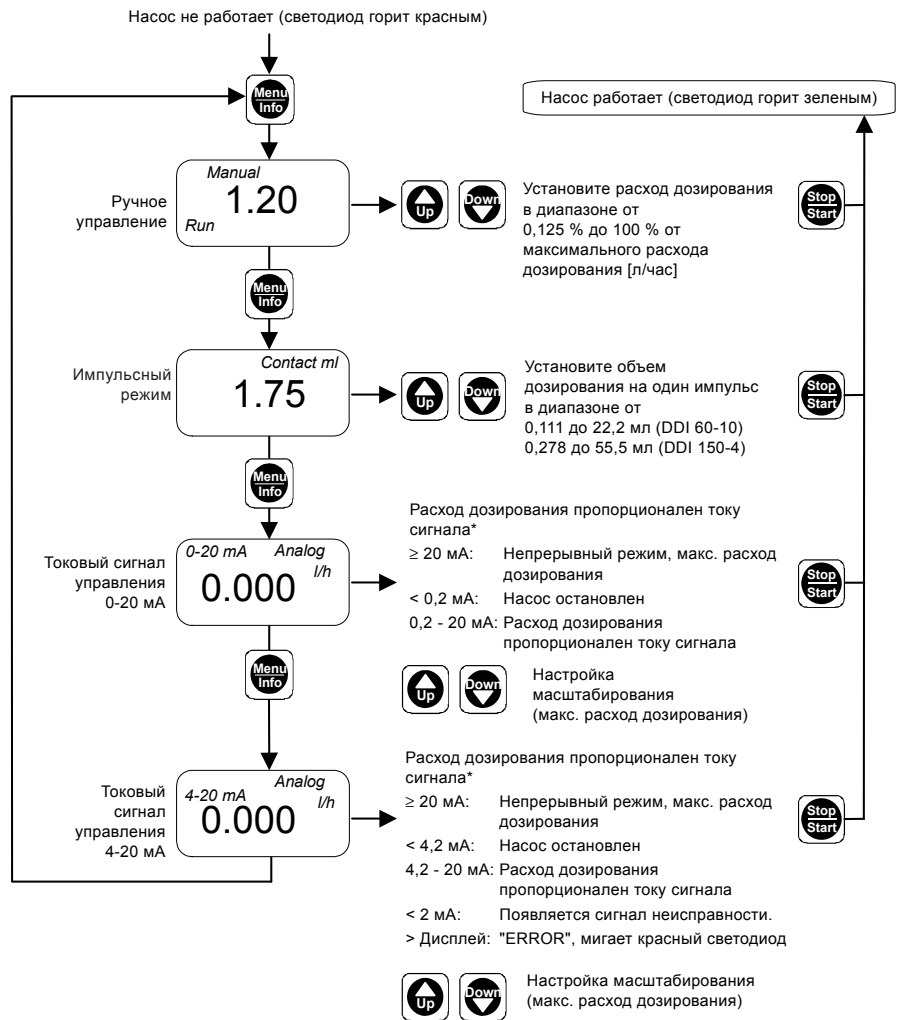

Рис. 27 Первый функциональный уровень
3. Кнопки Up и Down используются для изменения настроек в соответствующем меню, как показано на рис. 27.